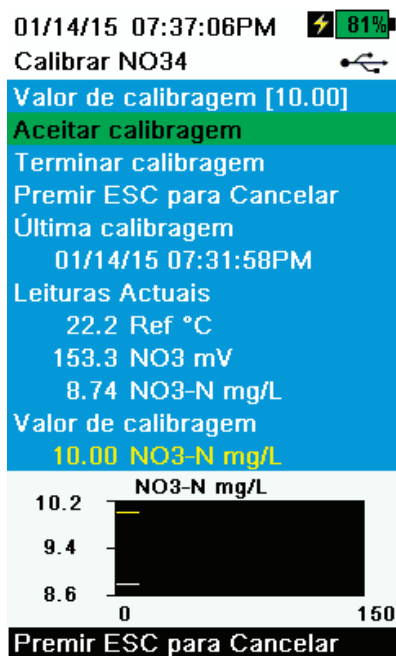

Figura 55 Calibrar ISE
5. Observe a estabilidade das leituras de medição actuais (a linha branca do gráfico não apresenta alterações significativas durante 40 segundos) e seleccione **Aceitar Calibração** (Figura 55). "Pronto para cal. ponto 2" aparece na área de mensagens.
10. Observe a estabilidade das leituras de medição actuais (a linha branca do gráfico não apresenta alterações significativas durante 40 segundos) e seleccione **Aceitar Calibração** (Figura 55). "Pronto para cal. ponto 3" aparece na área de mensagens.